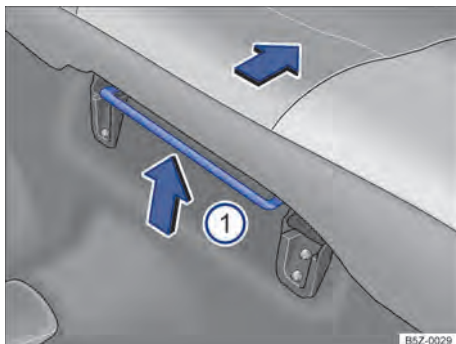

Fig. 76 Alavanca para regulagem longitudinal do banco traseiro ①.
- Levantar a alavanca ⇒ Fig. 76 ① e deslizar o banco para a frente ou para trás.